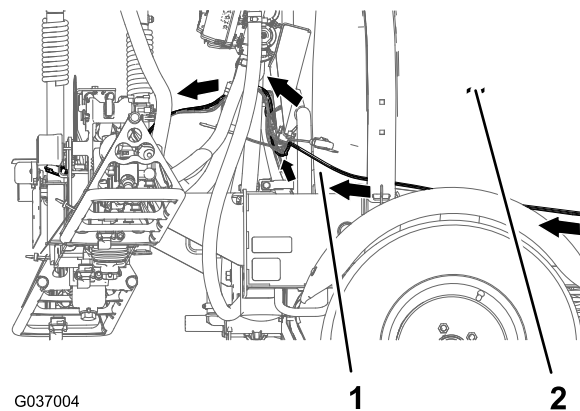

Figura 36
2. Encaminhe a cablagem ao longo do canal da estrutura direita junto do depósito (Figura 36).